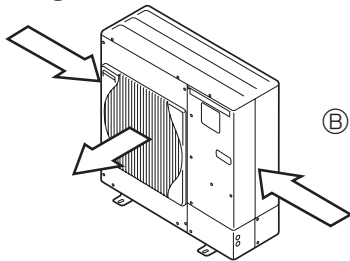

Fig. 2-4
- ③ Placera om det går enheten så att luftutblåset blåser vinkelrätt mot den säsongsbetingade vindriktningen. (Fig. 2-4)